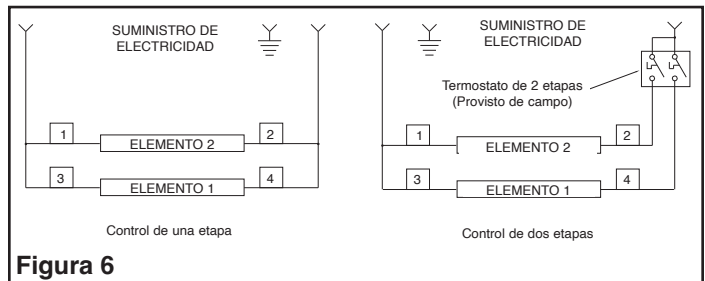

Figura 6
7. Pasar a la sección de cableado (ver la Figura 6).
Referirse a la Figura 6 y proceder como sigue.
1. Conectar el cableado del calentador al cableado de suministro de electricidad según se muestra en la Figura 6.